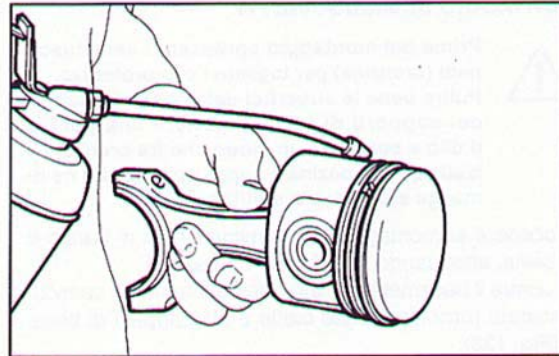
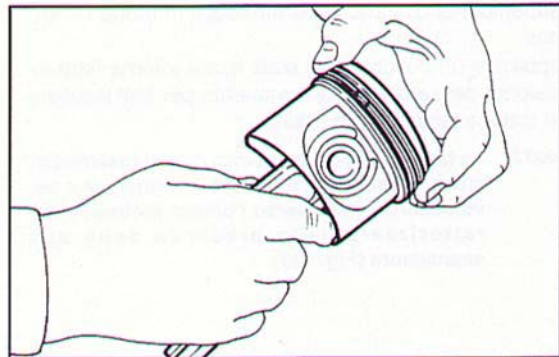

Fig. 129 ▲
Fig. 130 ▼
- lubrificare i segmenti e il pistone (Fig. 129) e orientare le luci di apertura a 180° tra loro (Fig. 130);
- lubricate the rings and piston (Fig. 129) and dispose the clearances at 180° from each other (Fig. 130);